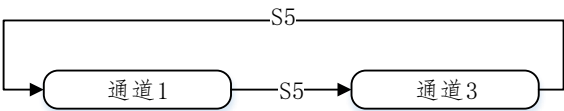

图 6 通过 S5 切换通道
- **S5**：定义为电压通道切换按键，在电压界面下，按下 S5 切换显示通道 1 和通道 3 电压测量结果，切换模式如图 6 所示。